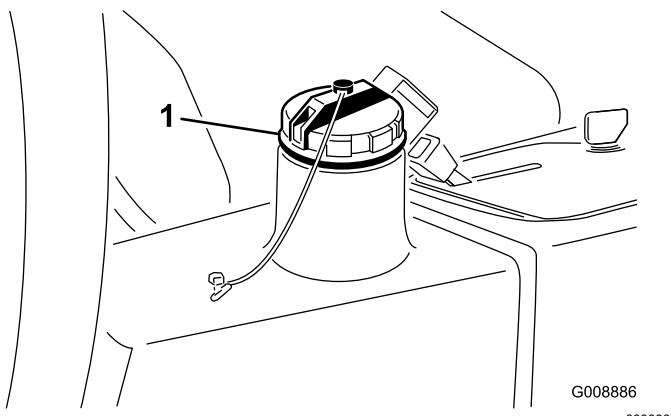

Figure 79
4. Versez environ 13,2 litres de liquide hydraulique dans le réservoir (Figure 79) ; voir Contrôle du système hydraulique \(page 51\).